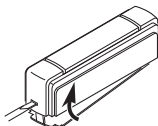

Figure 1
- **Au moyen de vis :** Pour faire l'installation avec les vis, enlevez le dos du boîtier en poussant sur les agrafes de la base avec un tournevis (voir la Figure 1). *Note :* Enlevez les débris des trous de vis (au besoin) avant d'installer les vis. Fixez le dos du boîtier au chambranle ou au mur (voir la Figure 4). Enclenchez la partie avant de l'unité de bouton-poussoir en place.